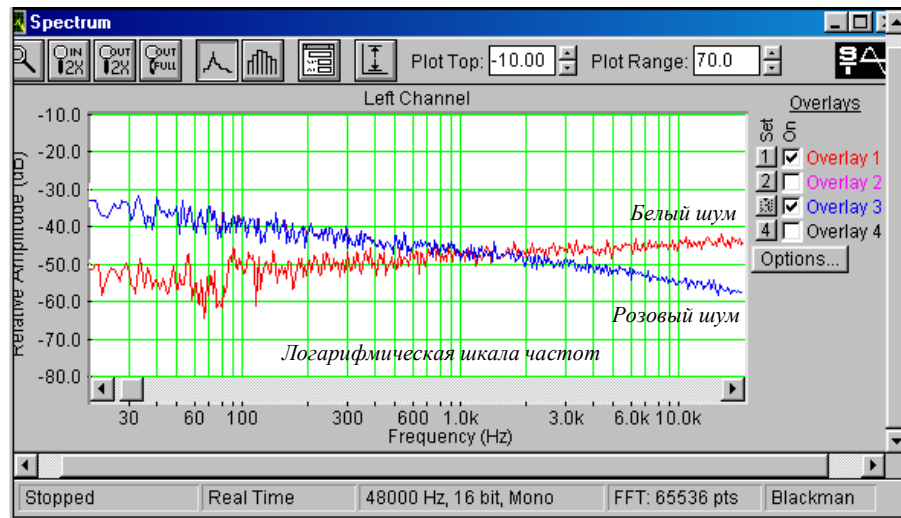

Рис. 1.9. Спектры белого и розового шума в логарифмической шкале частот
- Скопируйте график спектров белого и розового шума (рис.1.9) в файл вашего отчета.